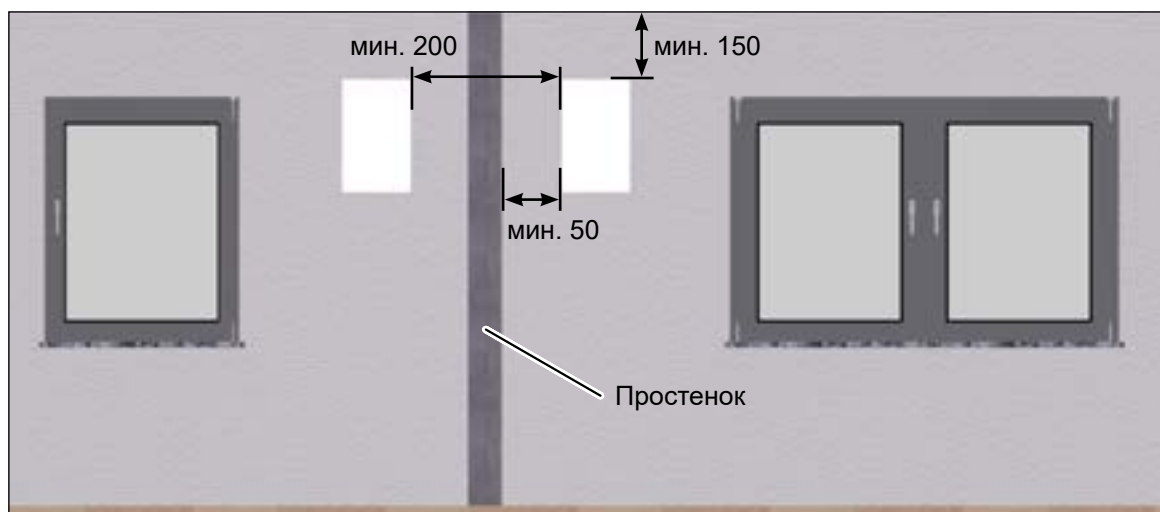

Рис. 8: минимальное боковое расстояние между двумя вентустановками, размеры в мм
- Соблюдайте минимальные расстояния (см. рис. 8 на стр. 13):